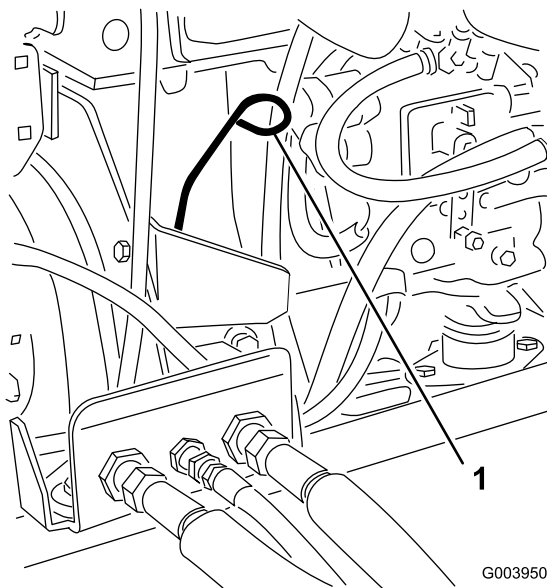

図 16
3. ディップスティックを抜き取り、付いているオイルをウェスで拭きとってもう一度差し込む(図 16)。